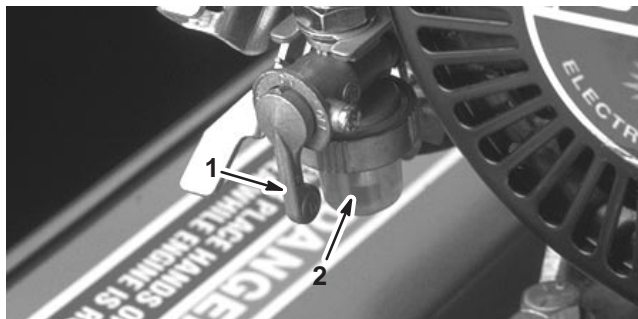

**Figure 32**
3. Réglez l'écartement des électrodes entre 0,05 et 0,07 cm (Fig. 32).